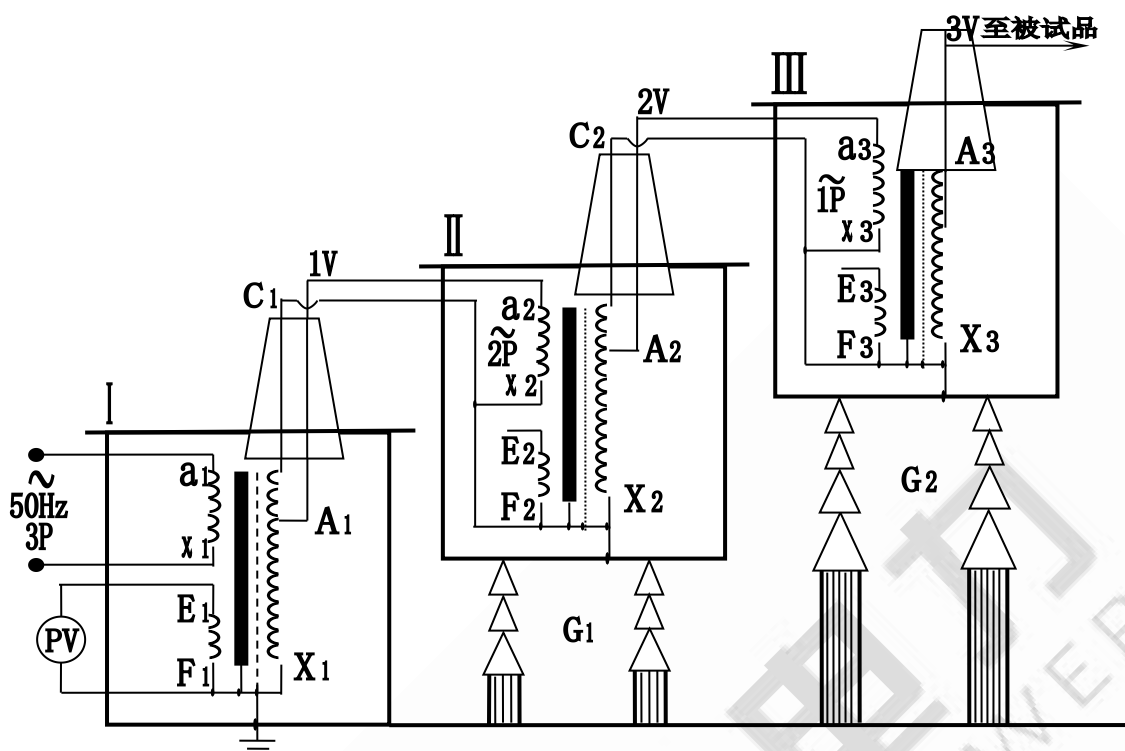

图 5：三台工频耐压试验装置串级接线原理图
4、三台工频耐压试验装置串级获得更高电压的接线原理见图 5。
串级工频耐压试验装置有很大的优越性，因为整个试验装置由几台单台工频耐压试验装置组成，单台工频耐压试验装置容量小、电压低、重量轻，便于运输和安装。它既然可串接成高出几倍的单台工频耐压试验装置输出电压组合使用，又可分开成几套单台工频耐压试验装置单独使用。整套装置投资小，经济实惠。图 5 中，在第一级和第二级的每个单元工频耐压试验装置中都有一个励磁绕组 A1、C1 和 A2、C2。在三台串级工频耐压试验装置基本原理中，低压电源加在工频耐压试验装置 I 的初级绕组 a_1x_1 上，单台工频耐压试验装置 I、II、III 的输出电压都是 V。励磁绕组 A1、C1 给第二级工频耐压试验装置 II 的初级绕组供电；第二级工频耐压试验装置 II 的励磁绕组 A2、C2 给第三级工频耐压试验装置 III 的初级绕组供电。第二级工频耐压试验装置 II 和第三级工频耐压试验装置 III 的箱体分别处在对地为 1V 和 2V 的高电位上，所以箱体对地是绝缘的，工频耐压试验装置 I 的箱体是接地的。这样第一级、第二级、第三级工频耐压试验装置对地的额定输出电压分别为 1V、2V、3V；其额定容量分别为 3P、2P、1P。